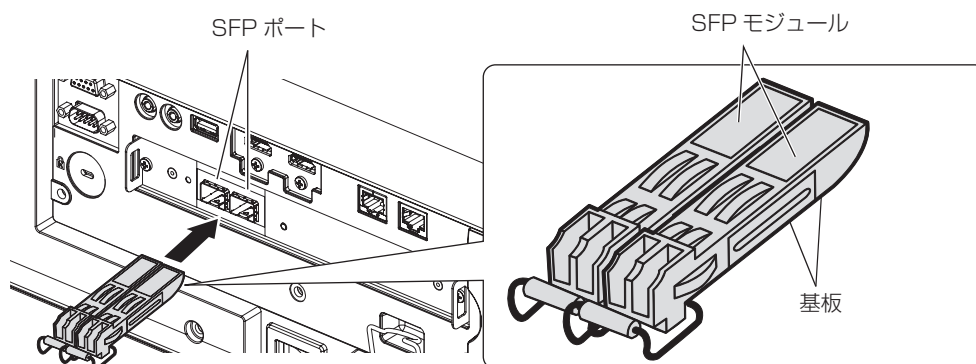

図 1
2) SFP モジュールを SFP ポートに取り付ける (図 1)
2) SFP モジュールのラッチを解除する (図 1)